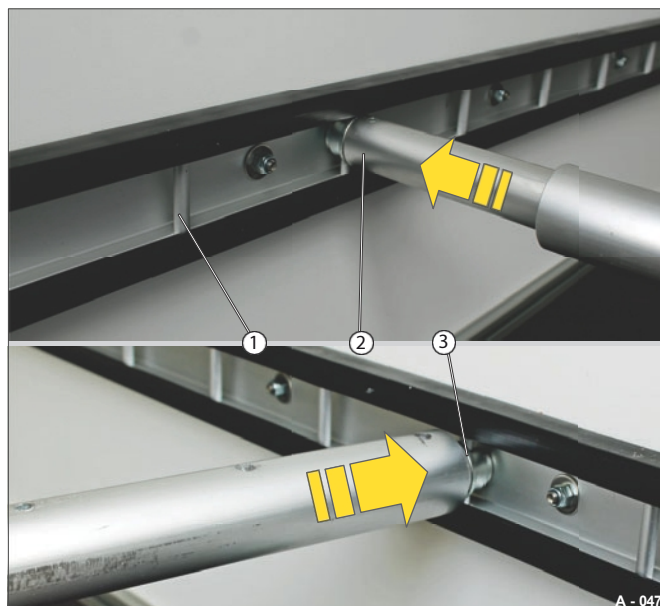

Fig. 47 Sette inn låsestangen
- Plasser teleskopendestykket (fig. 47/2) med endestift (fig. 47/3) på stangen (fig. 47/1).